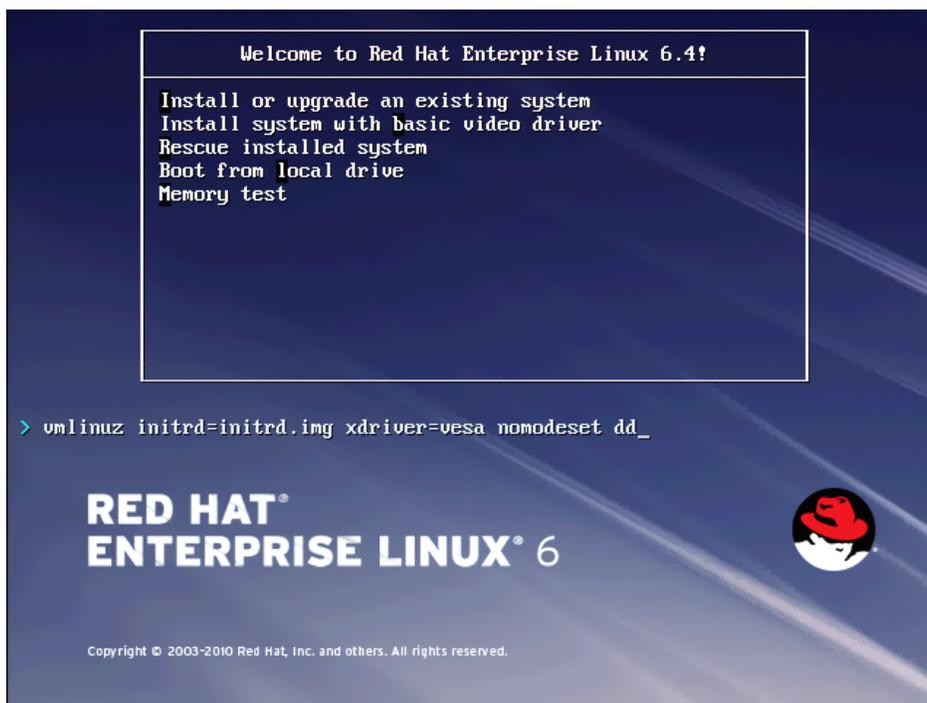

Figura 14-24. Adicionar a opção `dd`
- b. Adicione a opção `dd` à linha de comando de inicialização, conforme mostrado na Figura 14-24.